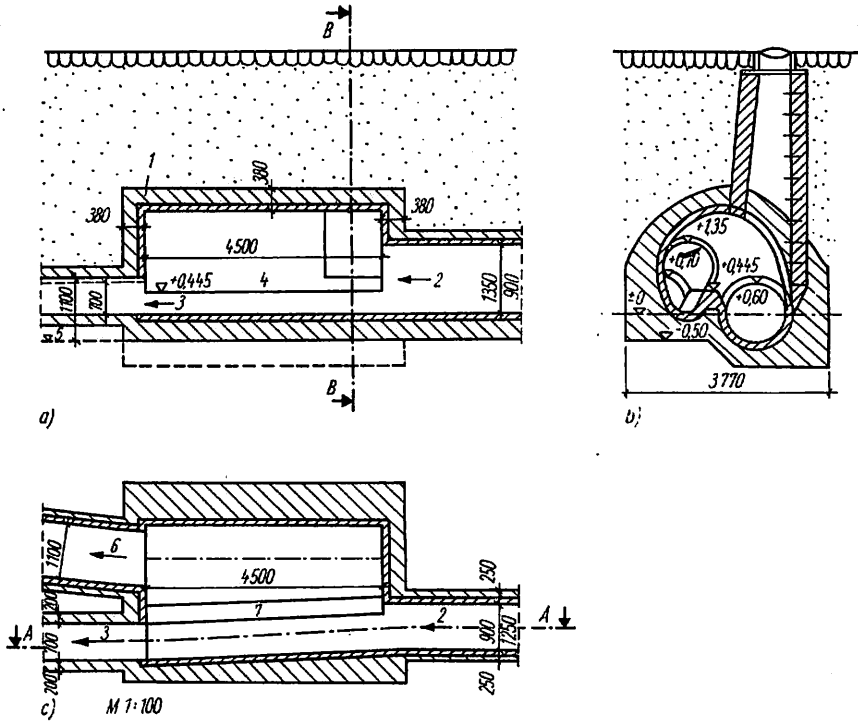

Bild 11. Regenüberlaufbauwerk
- Regenüberlaufbauwerk (Bild 11)